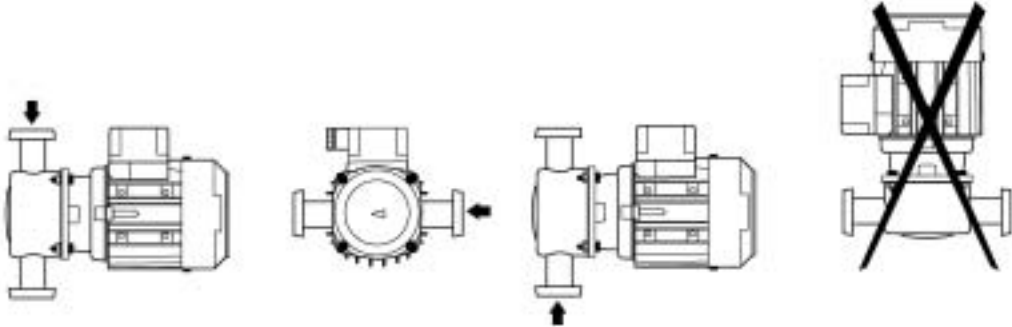

Bild 2
- Denna standard IL-Z -pump har tagits fram för att användas i vvc-system. Den är utrustad med en ovanpåliggande insugningsmuff (är markerad med en pil på pumphuset, Bild 2).
- Skall montering göras i ett värmeledningssystem eller en klimatanläggning (inloppssidan pekar nedåt), måste pumphuset vridas 180° (eller 90°) på motorhyllan (Bild 2).